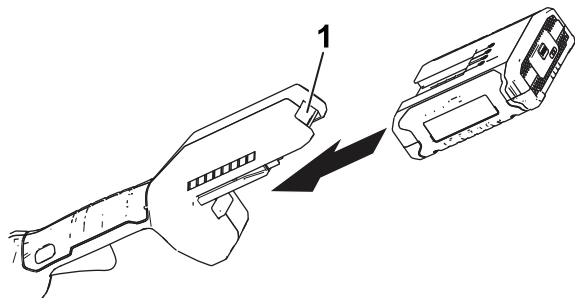

Figure 8
2. Alignez le creux de la batterie sur la languette du corps du manche (Figure 8).
3. Poussez la batterie dans le manche jusqu'à ce qu'elle s'enclenche dans le verrou (Figure 8).